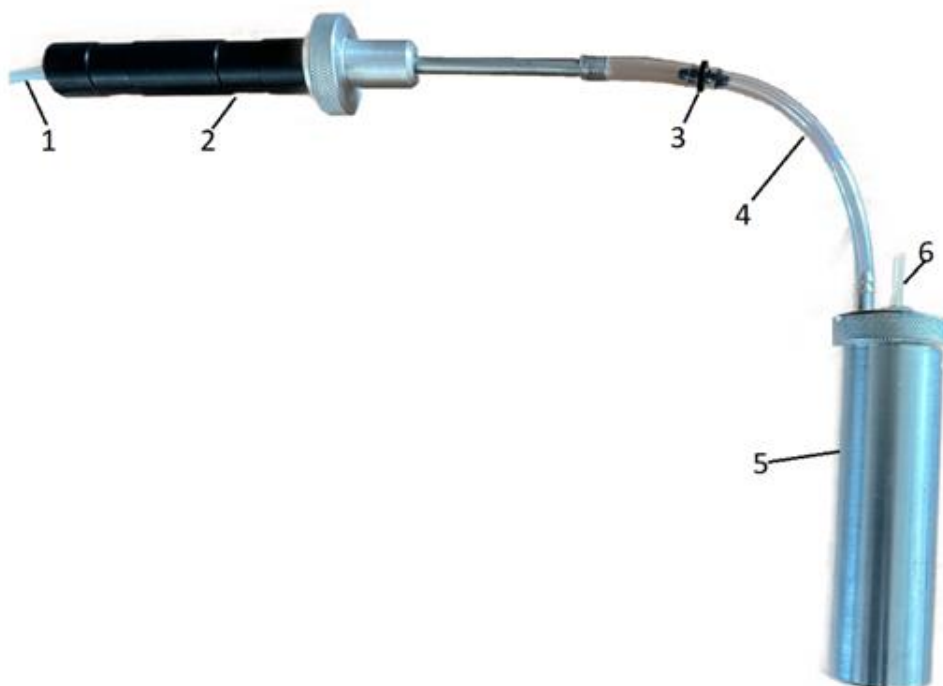

Рис. 1. Схема соединения пробоотборника устройством проверки работоспособности
2.2 Соединить пробоотборник с устройством (рис. 1). Для соединения трубки ПВХ 4 устройства со штуцером переходником 3 можно использовать фторопластовую трубку 4х2 мм, установленную в трубку ПВХ (на рис. не показана, входит в ЗИП).